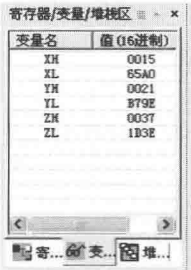

图 1.3.1 变量监视窗口
- 3) 单击，将变量 XH ， XL ， YH ， YL ， ZH ， ZL 添加到变量监视窗中，然后修改 XH ， XL ， YH ， YL 的值，如图 1.3.1 所示，修改 XH 为 0015， XL 为 65A0， YH 为 0021， YL 为 B79E。